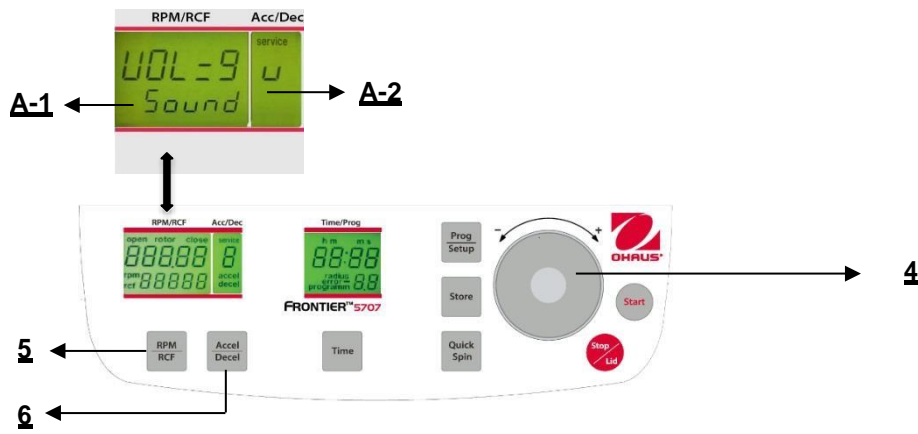

Figura. 30
Proceda como se describe en el punto 4.1.2 para ingresar en este modo de programa y luego presione el botón **"Accel/Decel"** (6). En la pantalla **"Acc/Decel"** (A-2) destella la palabra **"Service"**. Ahora seleccione la letra **"L"** con el dial de ajuste (4). Como resultado, aparecen las palabras **"On Sound"** en la pantalla **"RPM/RCF"** (A-1). Si presiona el botón **"RPM/RCF"** (A-1) ahora, destella la palabra **"On"** y puede apagar el sonido con el dial de ajuste (4) (vea la Figura 30).